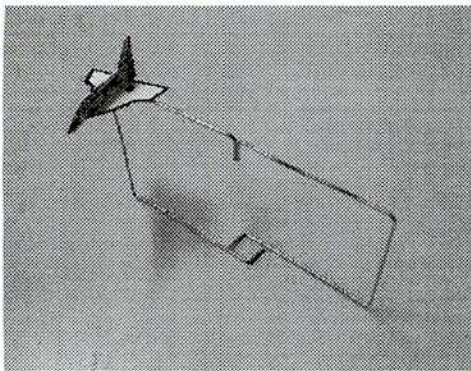

図8 スペースシャトルを銅線に貼り付けます。
3) 図8のように1)で作った銅線の上に、スペースシャトルをセロハンテープで貼り付けましょう。